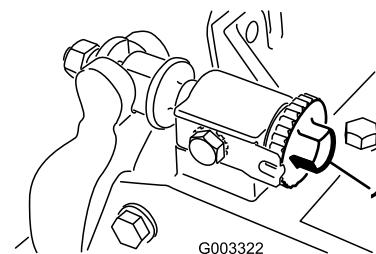

Figura 10
- Rode os parafusos de ajuste da barra de apoio no sentido contrário ao dos ponteiros do relógio para assegurar que a barra de apoio não entra em contacto com o cilindro (Figura 10).